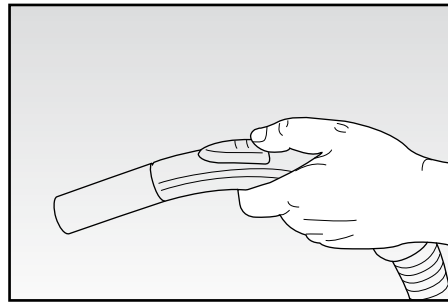

Fig. 5
La valvola dell'aria secondaria (P) si trova sull'impugnatura e viene utilizzata per regolare la forza d'aspirazione (FIG. 5).